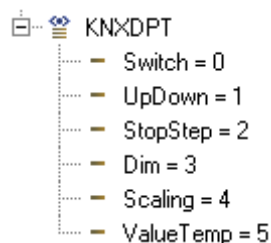

Figura 2.29. Sintaxis abstracta: KNXDPT.
- **KNXDPT:** Tipo objeto de comunicación. Podrá ser *Switch*, *UpDown*, *StopStep*, *Dim*, *Scaling* o *ValueTemp*. Ver Figura 2.29.